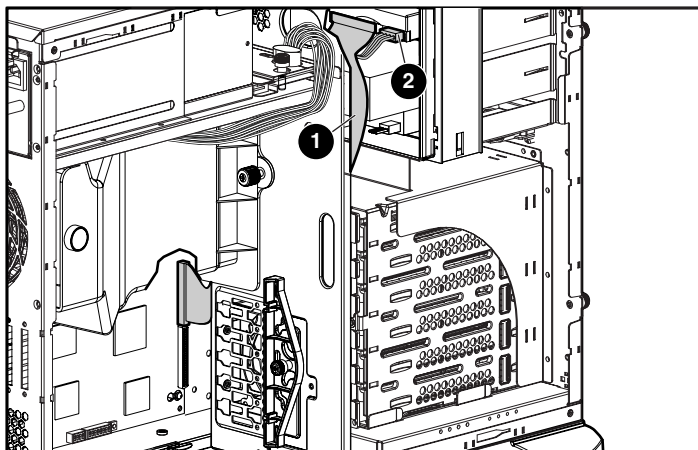

Figura 3-16: Conexão dos cabos de dados e de alimentação à unidade de fita
6. Conecte o cabo de dados em um canal do controlador SCSI (canal SCSI secundário mostrado na Figura 3-16).